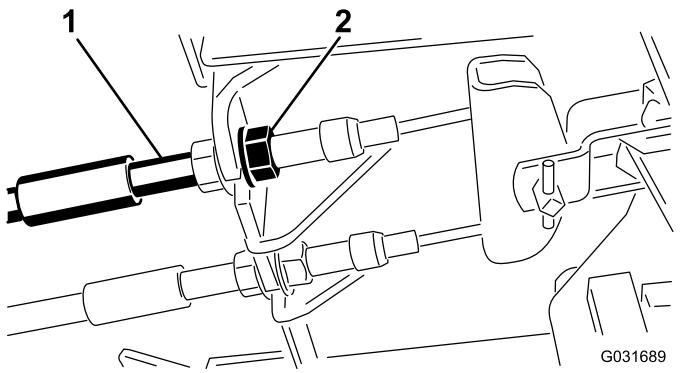

図 85
1. 遊びを減らすブレーキを締めるには、ブレーキケーブルのねじ山の前ナットをゆるめ、後ろのナットを締める図 85。